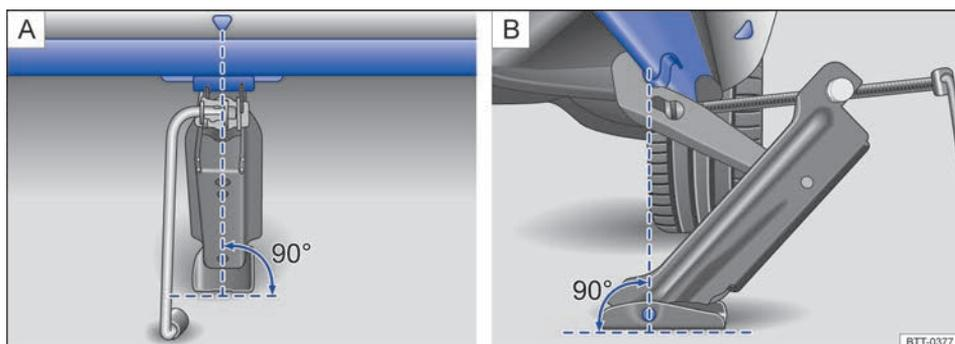

Fig. 268 Gato colocado en el lado izquierdo del vehículo, en la zona trasera.
8. Asegúrese de que toda la base del gato descanse firmemente sobre el suelo y de que se encuentre exactamente debajo del punto de apoyo en vertical → fig. 268.
- Coloque el gato únicamente en los puntos descritos. La garra del gato deberá sujetar bien el refuerzo del larguero inferior → fig. 268.